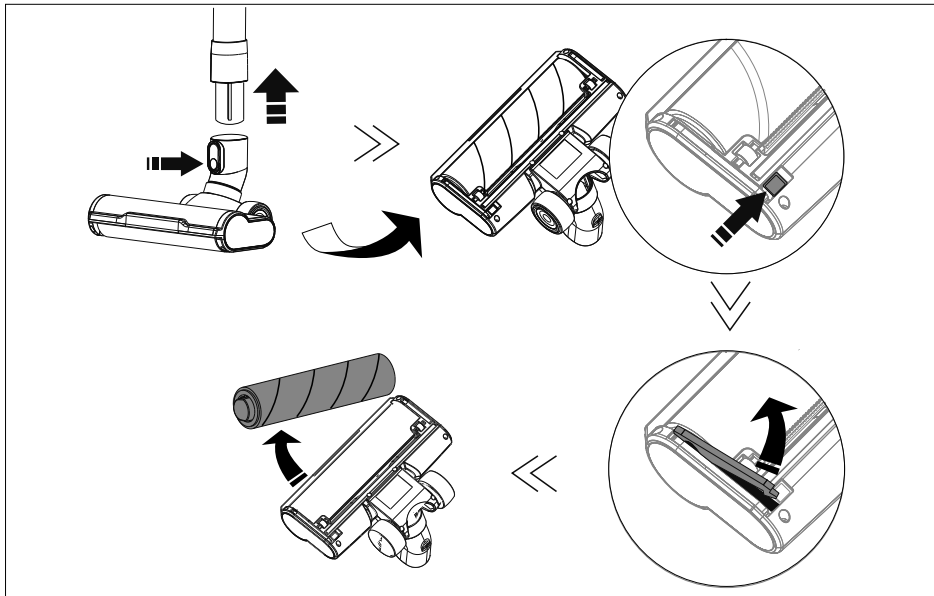

Abb. 11
- ▶ Betätigen Sie die Entriegelungstaste an der Bodendüsenunterseite, um die Klappe zu öffnen, wie in Abb. 11 gezeigt.